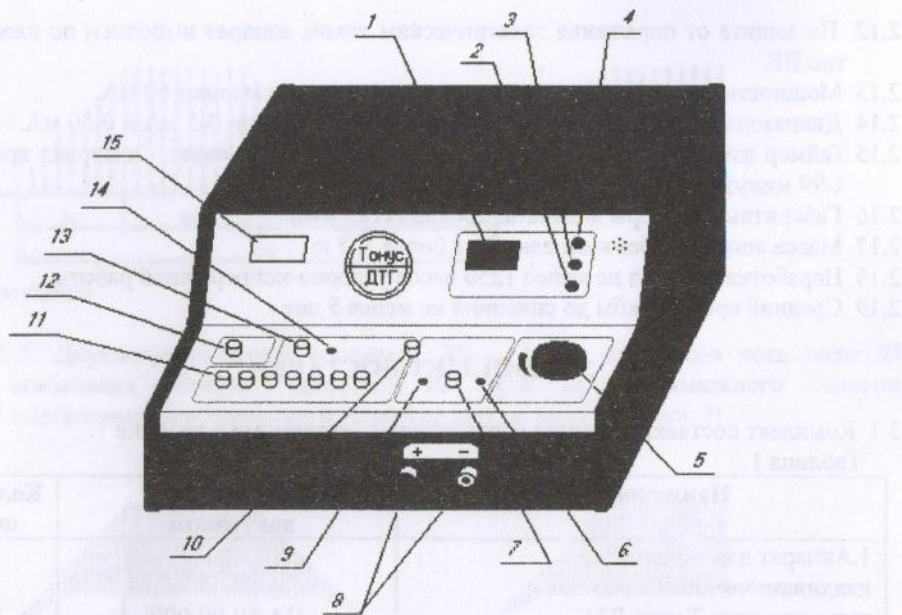

Рисунок 8. Аппарат для лечения диадинамическими токами и гальванизации «Тонус ДТГ».
- 4.2 На лицевой панели аппарата (рисунок 8) расположены органы управления и контроля: